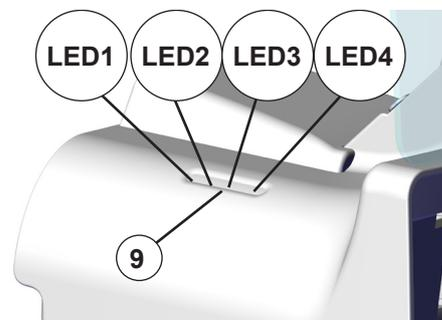

Fig. 2
- ⇒ Faire glisser la vitre (10) par le haut, en le maintenant bien droit, dans les rainures situées sur les côtés de l'ouverture d'aspiration.
**Pour pouvoir ranger l'appareil dans un tiroir, il suffit de rabattre la vitre. A cet effet, faire remonter la vitre d'un cran et la rabattre en arrière, voir Fig. 2 (sur la page de couverture).**